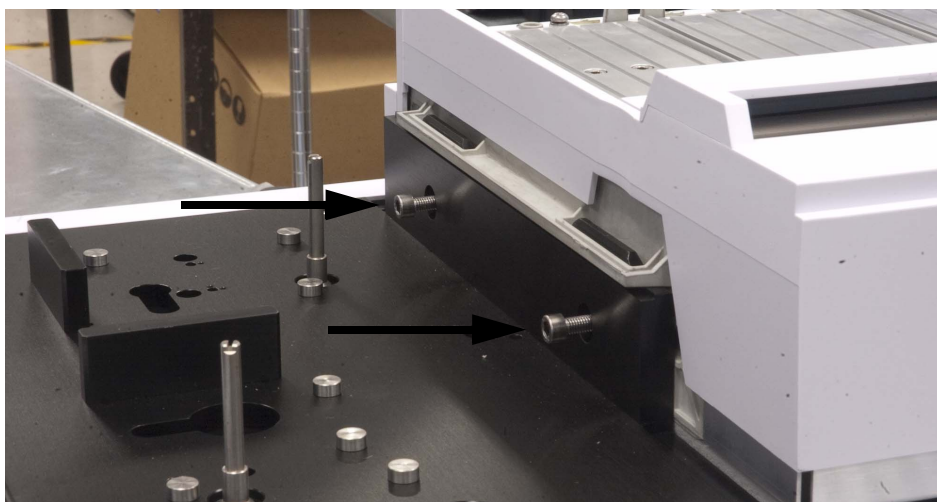

图 14 将样品盘固定到主机安装支架上
- 3 使用 T-30 Torx 螺丝刀将两个 T-30 螺丝安装在主机安装支架中，以将样品盘固定到主机底座上（图 14）。